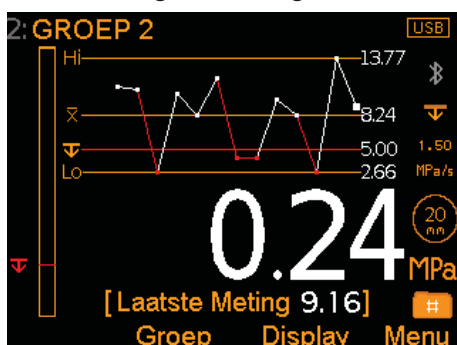

Fig. 3: Grafiek
- **Grafiek (Fig. 3)**; een trendgrafiek van de laatste 20 metingen die na elke meting automatisch wordt bijgewerkt.